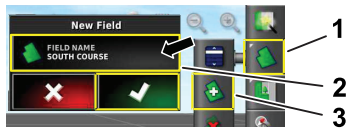

Рисунок 5
3. Нажмите значок названия поля (Field Name), введите название поля и нажмите зеленый квадрат с галочкой (Рисунок 5).